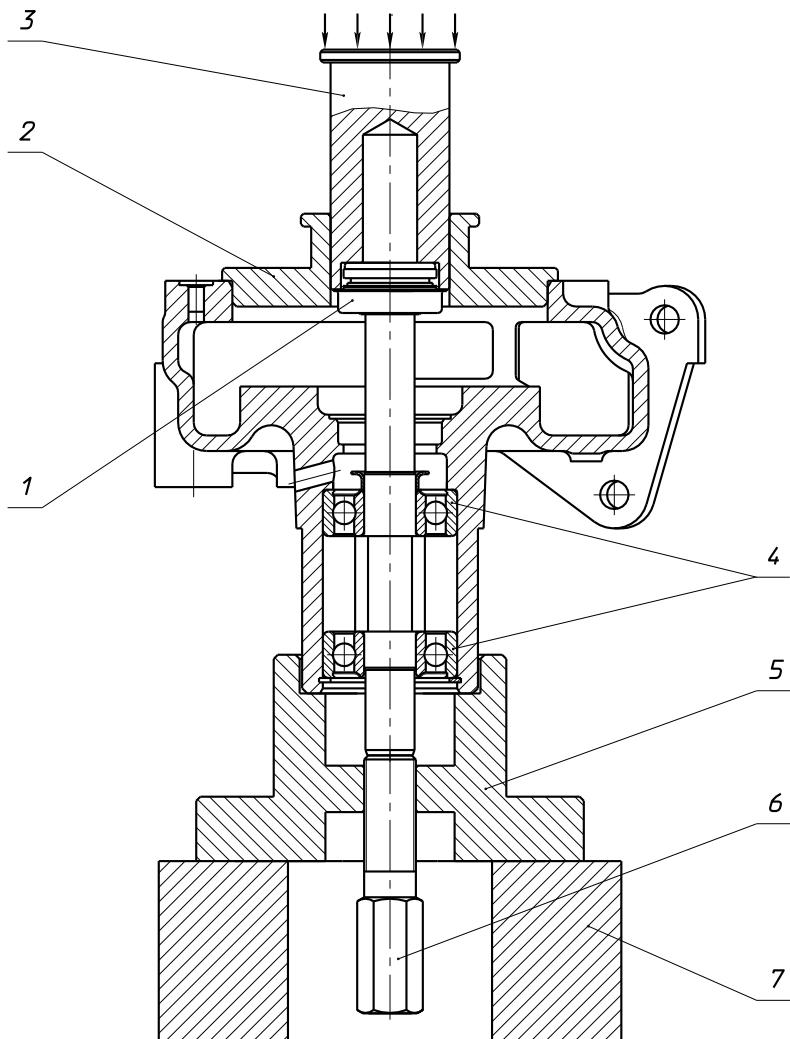

Рисунок 106 – Установка торцового уплотнения "КАСО":
1. Установить корпус насоса в сборе с валом и подшипниками через специальную проставку 5 вертикально на жесткую опору 7, которая имеет внутреннее отверстие для размещения установочного винта 6 (см. рисунок 106).
На рисунках 107 - 110 приводятся эскизы для изготовления деталей приспособления по сборке водяного насоса при установке уплотнения «КАСО» (см. рисунок 106).